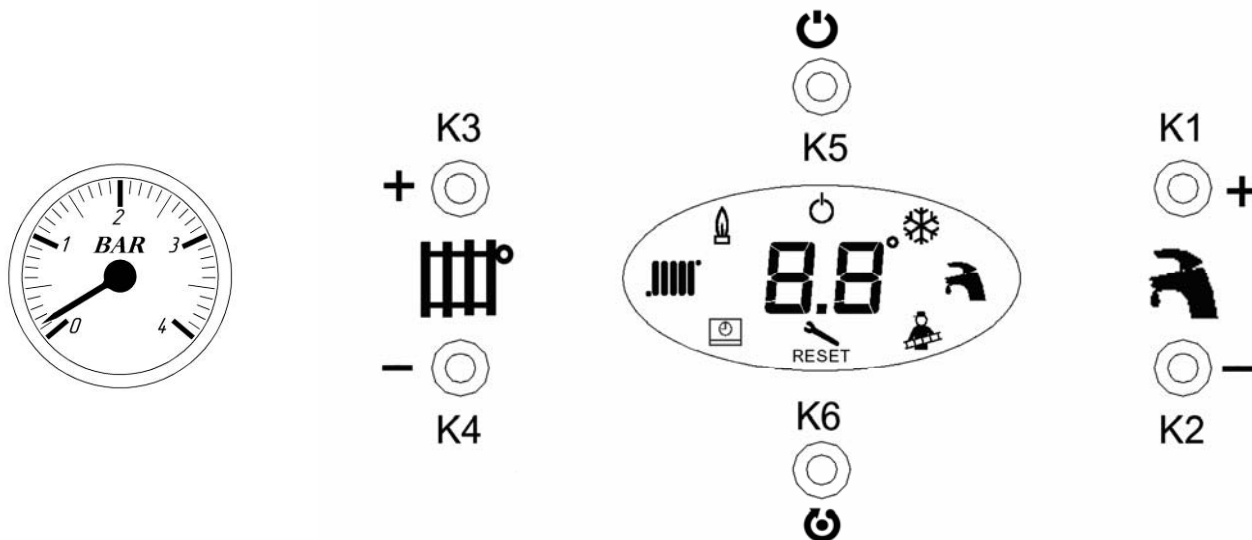

Рис. 13. Панель управления котлом
Всё управление котлом осуществляется с панели управления, внешний вид которой показан на Рис. 13. Если к котлу подключен выносной пульт, то управление осуществляется с него, кнопки панели управления не активны.
При подключении котла к сети электропитания, он автоматически входит в тот режим работы, в котором находился в момент отключения от сети. Смена режимов работы котла осуществляется нажатием на кнопку К5 на панели управления котлом (см. Рис. 13, стр. 23). Ниже представлена последовательность смены режимов работы котла.
- ✓ плата электронная сравнивает сигнал датчика температуры контура отопления 10 со значением, заданным пользователем при помощи кнопок К3 и К4 (см. Рис. 13, стр. 23). При разности указанных температур более 1 °С плата электронная меняет напряжение на регуляторе подачи газа, чтобы изменить подачу газа на блок горелочный в соответствии с потребностью контура отопления.